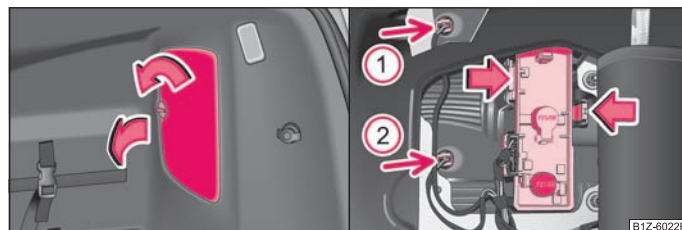

Fig. 152 Portbagajul: Capacul suportului lămpii / Demontarea suportului lămpii
- Deblocați siguranța și deschideți capacul suportului becului ⇒ fig. 152 - stânga.
- Apăsăți elementele de fixare în sensul săgeții și scoateți suportul cu becuri ⇒ fig. 152 - dreapta.
- Scoateți becul defect (săgeata ①, respectiv ②) din carcasă și înlocuiți-l cu unul nou.